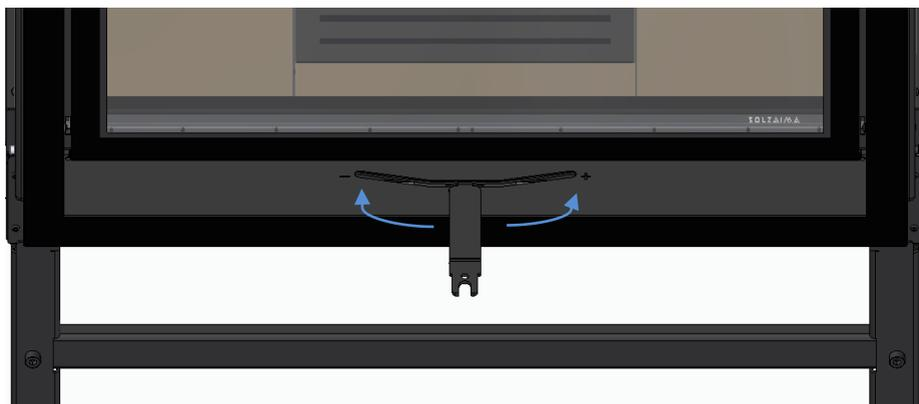

Figura 27
Para abrir os registos de ar – Deslizar o regulador para o lado direito (referenciado com o símbolo “+”) com a chave que vem no equipamento, durante a fase de acendimento e maior consumo de lenha, ver Figura 27.
- a) Abrir o regulador de ar de combustão, deslocar o regulador de combustão para a posição “+” (ver Figura 27).